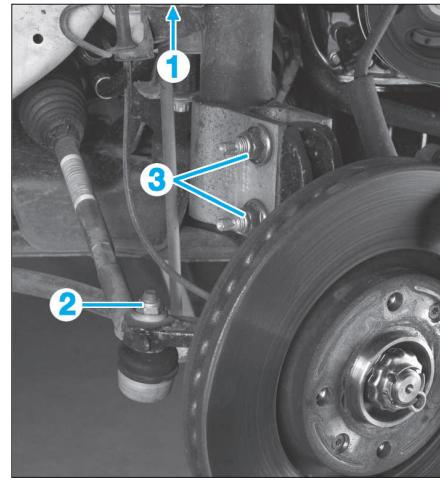
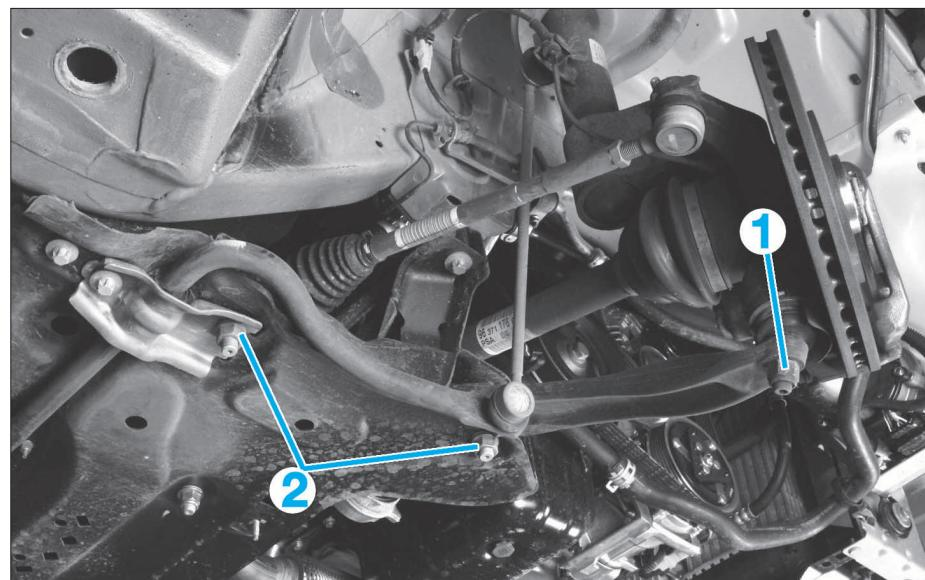

FIG. 10
FIG. 17
- Déposer l'écrou (1) de bielette de barre stabilisatrice (Fig.10).
- Déposer l'écrou (2).
- Déposer les vis (3) (fixation de l'élément de suspension sur le pivot).
- Déposer l'écrou (1) de biellette de barre stabilisatrice (Fig.10).
- Déposer les écrous (1) et (2) (Fig.17).
- l'épingle (1)
- le frein d'écrou (2).
- Déposer l'écrou (1) (Fig.17).